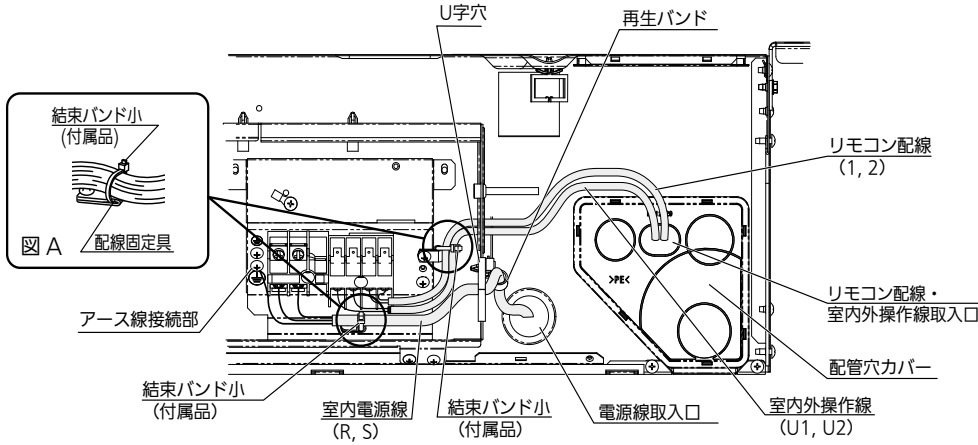

図28
- ワイヤードリモコン使用の場合、配管穴カバーにカッター等で穴を開けて、配線を通してください。(図28)
- 電源線を室内ユニット背面の電源線取入口から電装ボックス側面のU字穴を通し電装ボックスに引き込んでください。(図28)
- リモコン配線および室内外操作線を、室内ユニット背面右側のリモコン配線・室内外操作線取入口から電装ボックスの側面中央の穴を通し、電装ボックスに引き込んでください。(図28)